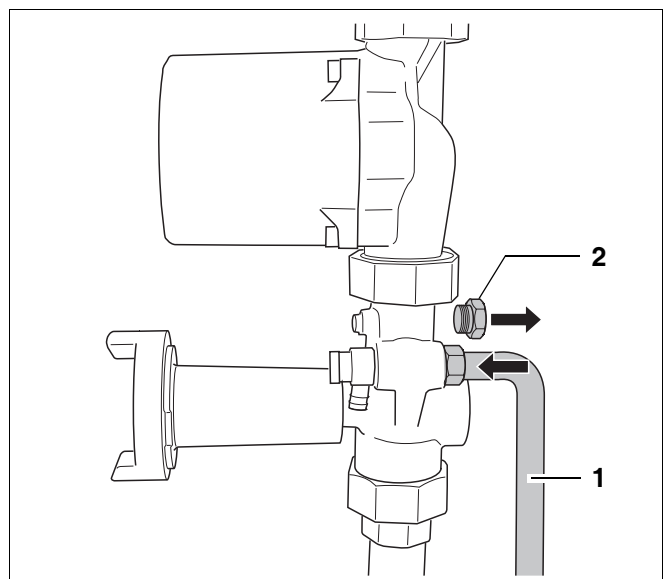

fig. 10 Aansluiten expansievat op de Nefit TopLine Aansluitset cv/ww bij enkelvoudige opstelling
- Demonteer de afdekdop (fig. 10, **pos. 2**).
- Sluit de leiding van het expansievat (fig. 10, **pos. 1**) aan op de achterzijde van het blauwe serviceafluitarmatuur (retour).